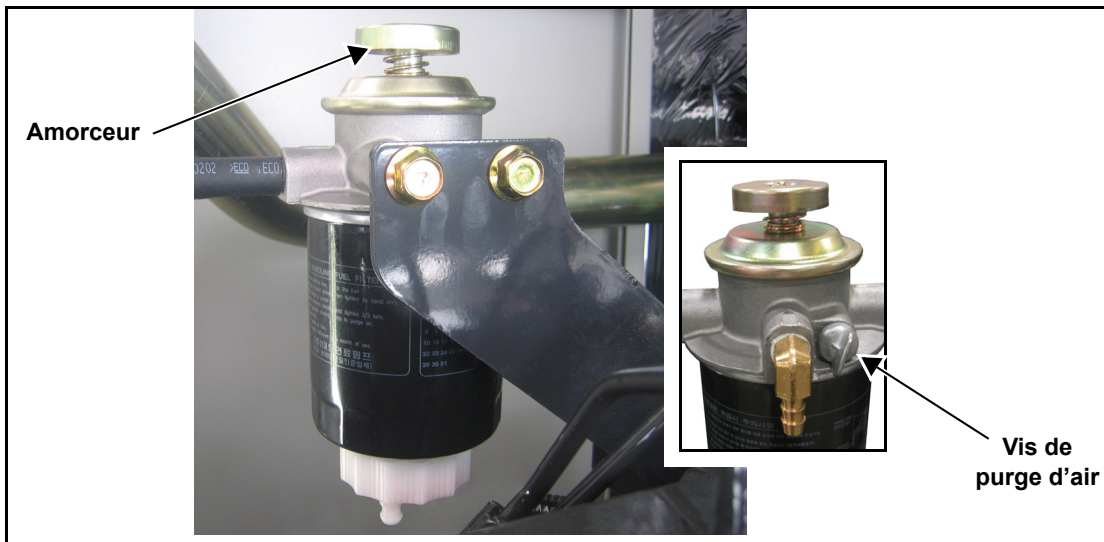

Figure 3-3. Amorçage du système de carburant
1. Voir Figure 3-3. Dévissez la vis de purge d'air et faites fonctionner la pompe d'amorçage jusqu'à ce que vous puissiez observer des bulles. Mettez un chiffon industriel sous la vis de purge d'air pour absorber toute perte de carburant.